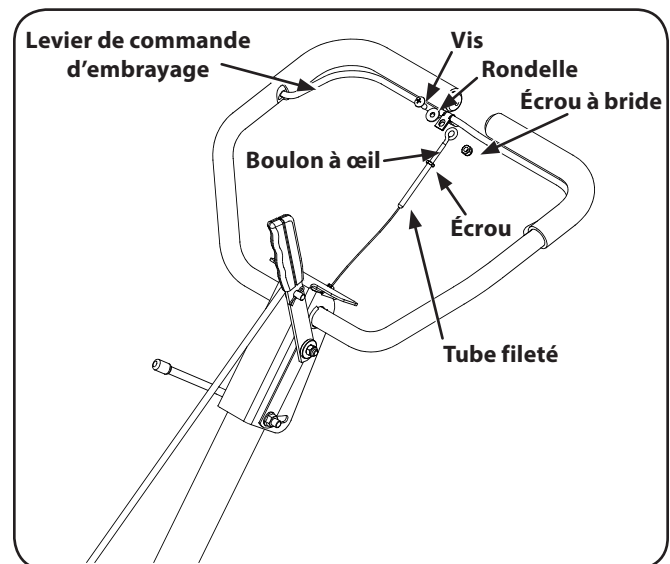

Figure 3-5
4. Enlevez la vis, l'écrou autobloquant à bride et la rondelle du levier de commande d'embrayage. Voir Figure 3-5.
6. Placez l'écrou sur le boulon à œil avant d'insérer le boulon dans le tube à l'extrémité du câble. Vissez le boulon jusqu'à environ 3/4" du filetage. Serrez bien l'écrou. Voir Figure 3-5.